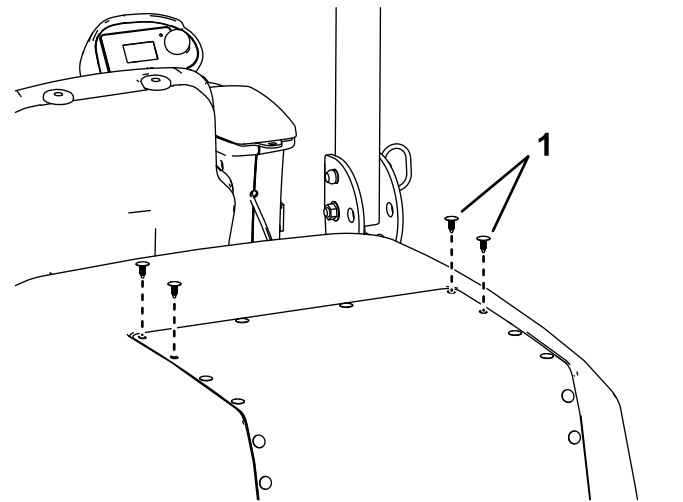

Figura 1
1. Retire os quatro rebites de plástico do capot como se mostra na Figura 1.